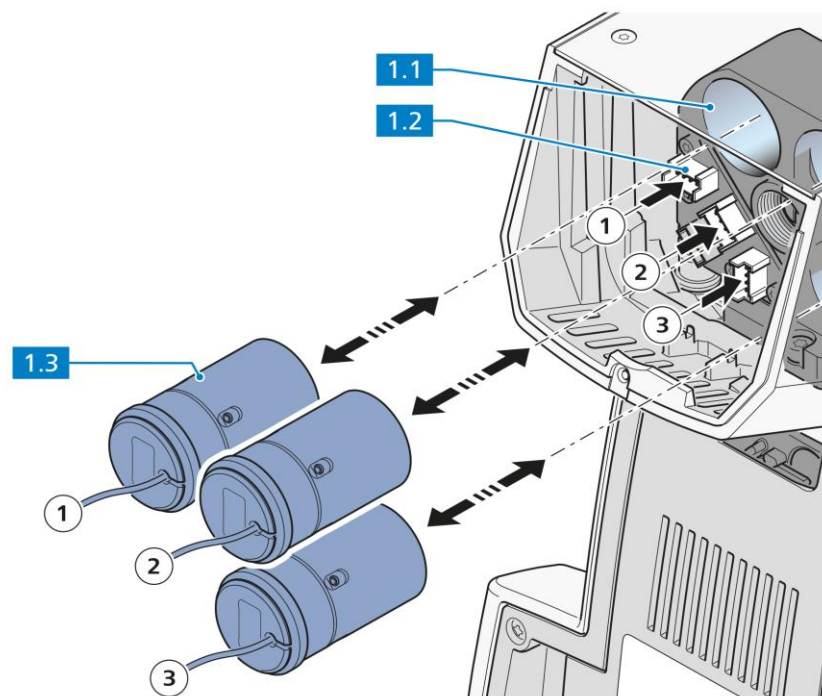

Abb. 3-26 LED-Module wechseln
- Beim Modulwechsel, Modulstecker aus den Buchsen (Abb. 3-26/1.2) am Stativ entfernen.
- Alte LED-Module (Abb. 3-26/1.3) aus den Haltepositionen des LED-Tubus (Abb. 3-26/1.1) entnehmen.
- Neue LED-Module in die bis zum Anschlag in den LED-Tubus einsetzen. Darauf achten, dass die Module sich in den richtigen Halterungen befinden (Abb. 3-26/①②③).
<p>HINWEIS</p> <p>Die LED-Positionen ①, ② und ③ in Abb. 3-26 entsprechen den Beschriftungen UV, B und G auf der rechten Seite des Mikroskops (siehe Abschnitt 2.4.3, Abb. 2-3/4).</p>
- Modulstecker in die Buchsen (Abb. 3-26/1.2) am Stativ einstecken. Darauf achten, dass die Stecker in die richtigen Buchsen gesteckt werden (Abb. 3-26/①②③).
- Modulhalter (Abb. 3-26/1) in den LED-Tubus einschrauben, um die Module zu fixieren.